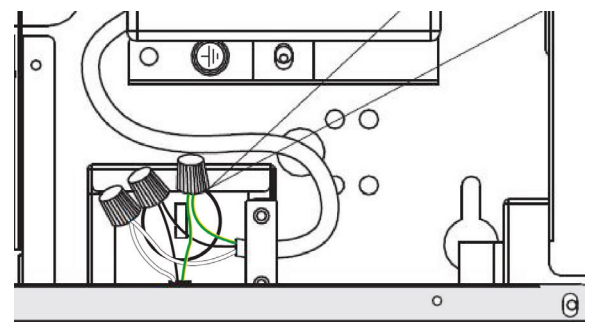

Figure 2
- Desserrer deux vis du boîtier électronique. Raccorder le câble au câblage de la hotte à l'aide des connecteurs fournis. Brancher le NOIR au NOIR, le BLANC au BLANC, puis le VERT ou le FIL NU à la vis VERTE de mise à la terre. **NE PAS OUBLIER DE RACCORDER LE FIL DE MISE À LA TERRE (Figure 2).**